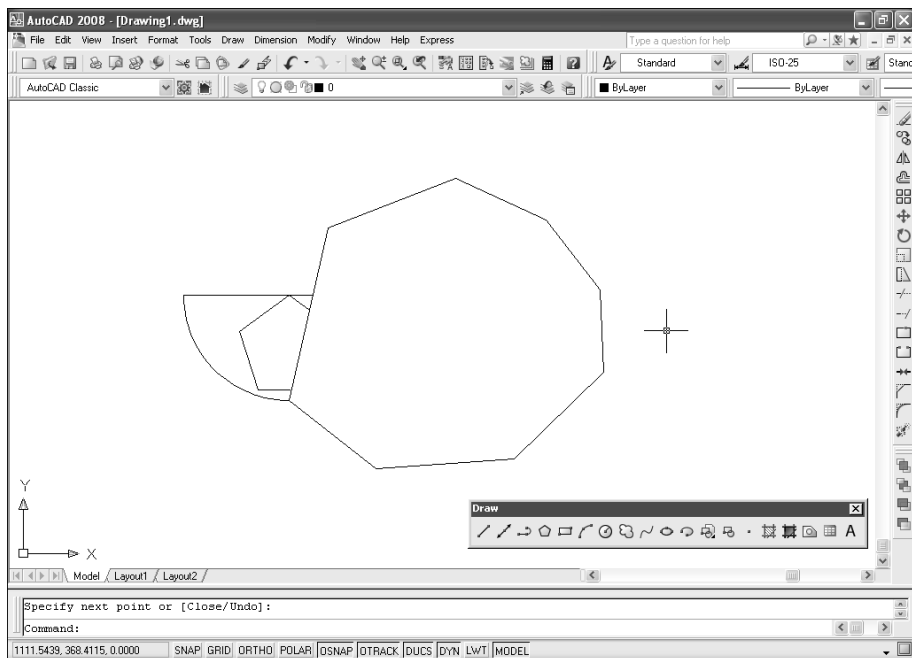

Рис. 2.35. Накладка создана
4. Завершив выбор точек, нажмите клавишу **Enter**. Программа создаст область заданной формы, заполненную фоновым цветом, и скроет под ней элементы чертежа (рис. 2.35).